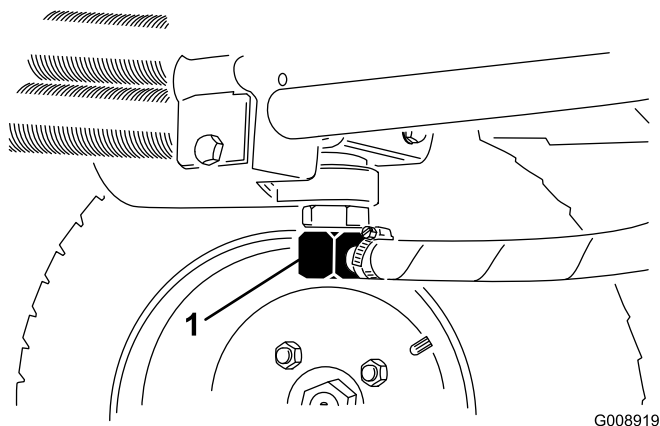

Figura 62
2. Scollegate il tubo idraulico (Figura 62) o togliete il filtro idraulico (Figura 61) e lasciate defluire il fluido idraulico in una bacinella. Quando il fluido idraulico cessa di defluire, montate il tubo idraulico.